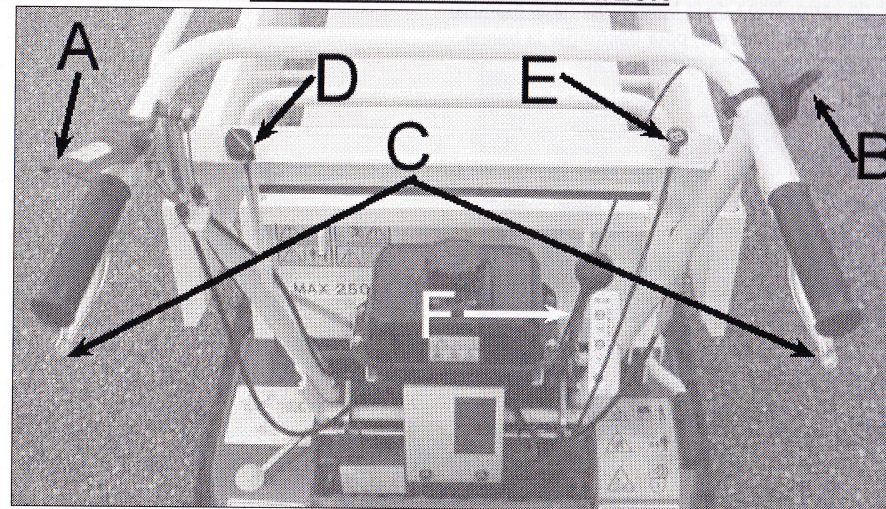

Figure 1
Levier d'avancement (figure 1, repère A)
Levier d'accélérateur (figure 1, repère B)
Levier de décrabotage (figure 1, repère C)
Commutateur marche / arrêt (figure 1, repère D)
Levier de changement de vitesse (figure 1, repère F)
- Tirez la commande de starter à fond si le moteur est froid (figure 1, repère E).